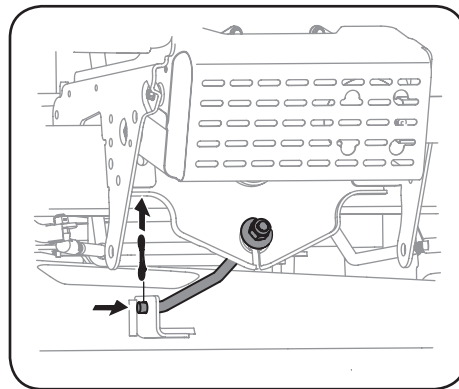

Figura 4-10
- Extraiga el pasador de chaveta con unión curva que sujeta la varilla estabilizadora a la plataforma. Deslice la varilla de elevación de la plataforma lejos de la soldadura de montaje de la plataforma como se ve en la Figura 4-10.